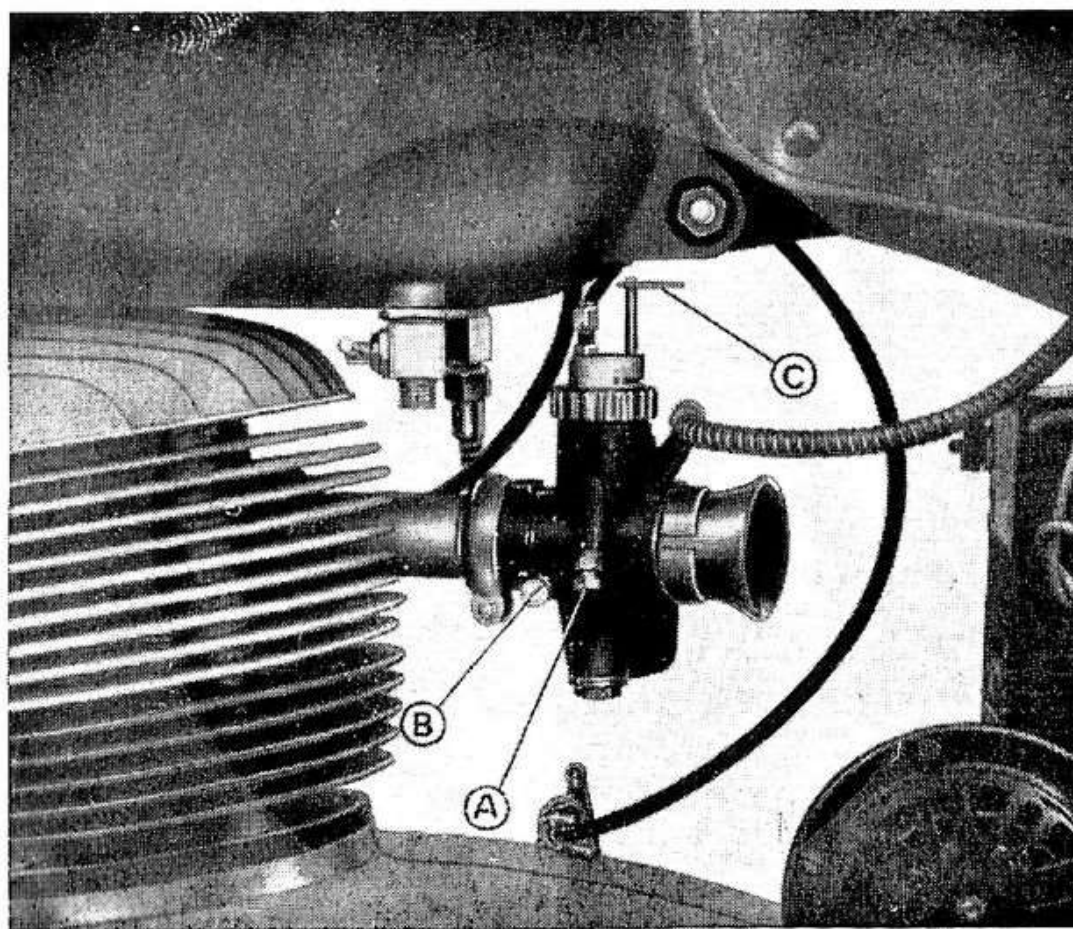

Fig. 8
Inserire a fondo la chiavetta sul faro ruotandola nella 1^a posizione a destra, chiudere l'aria spingendo in basso il comando (C) che trovasi sul carburatore (fig. 8); ruo-
Si effettua a motore caldo agendo sulle viti A e B (vedi fig. 8) che regolano rispettivamente la posizione della valvola ed il passaggio aria del minimo, sino a trovare la giusta combinazione di miscela in modo da ottenere il minimo desiderato. A questo punto, aprendo lentamente il comando del gas il motore non deve mancare o spegnersi. In caso contrario stringere leggermente la vite aria del minimo sino a far scomparire detto punto debole. In genere la vite aria del minimo va aperta da un giro a un giro e mezzo rispetto alla chiusura completa.